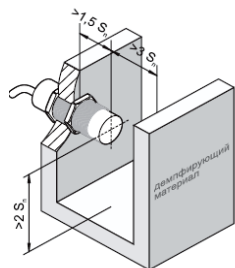

Рисунок 3. Минимальные расстояния до металлических и демпфирующих объектов при установке емкостных выключателей
5.1 Металлы и материалы с высокой диэлектрической проницаемостью (например, вода) обладают сильным демпфирующим действием, поэтому, если регулировкой чувствительности исключить их влияние невозможно, необходимо обеспечить свободную область вблизи чувствительного элемента (активной поверхности выключателя) согласно рис. 3.